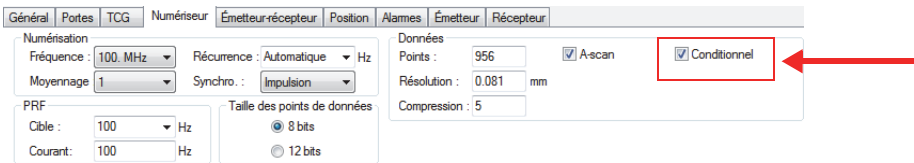

Figure 4-53 Onglet Numériseur
1. Ouvrez l'onglet **Numériseur** de la barre de dialogue **Réglages ultrasons** et activez la case à cocher **Conditionnel** (voir Figure 4-53 à la page 156).